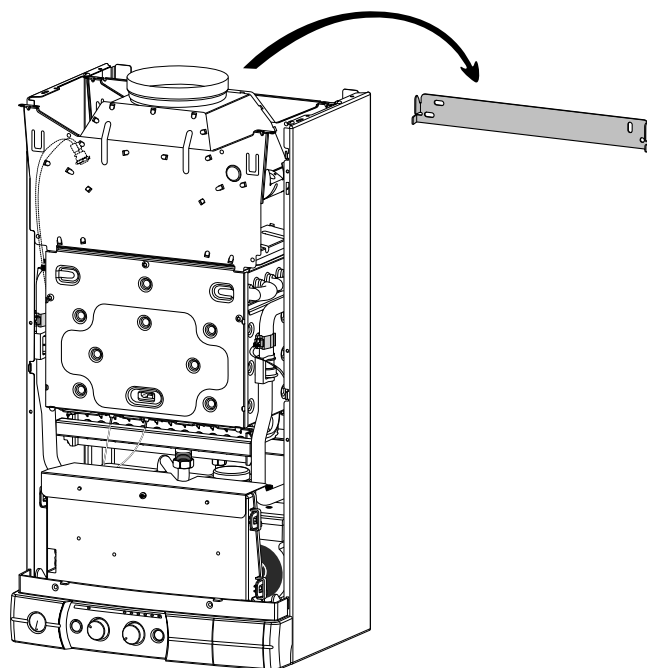

Рис. 8
- приложите котел к кронштейну и опустите до упора (рис. 8)